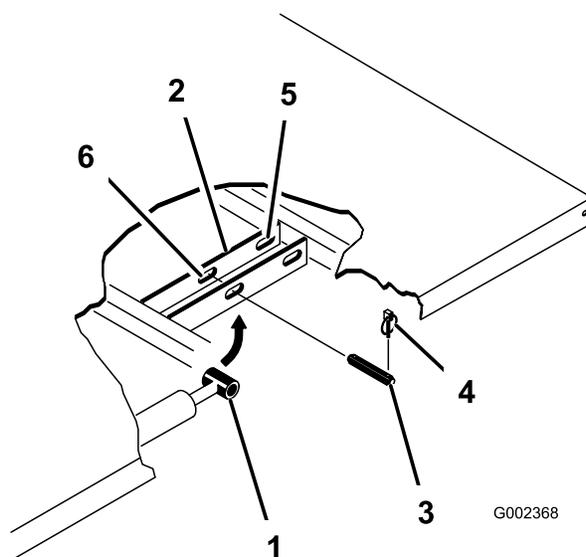

図 23
3. シリンダの外側端部からリンチピンを外す 図 23。
4. シリンダロッドの端部を荷台取り付けプレートのスロットに固定しているクレビスピンを内側に押し込んで外す(図 23)。
5. ピボットブラケットをフレームに固定しているリンチピンとクレビスピンを外す 図 23。